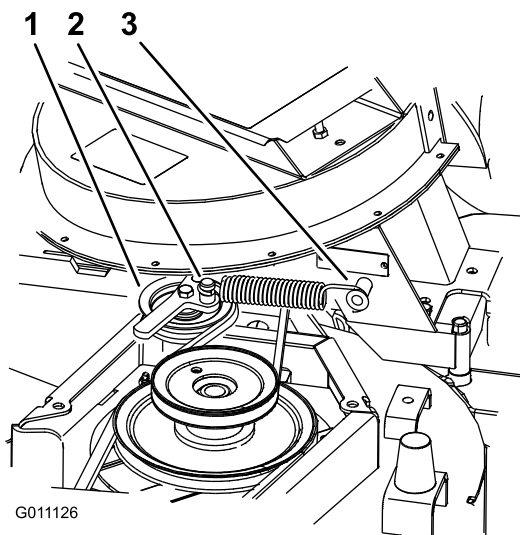

Figura 36
6. Instale a mola como se mostra na Figura 36.